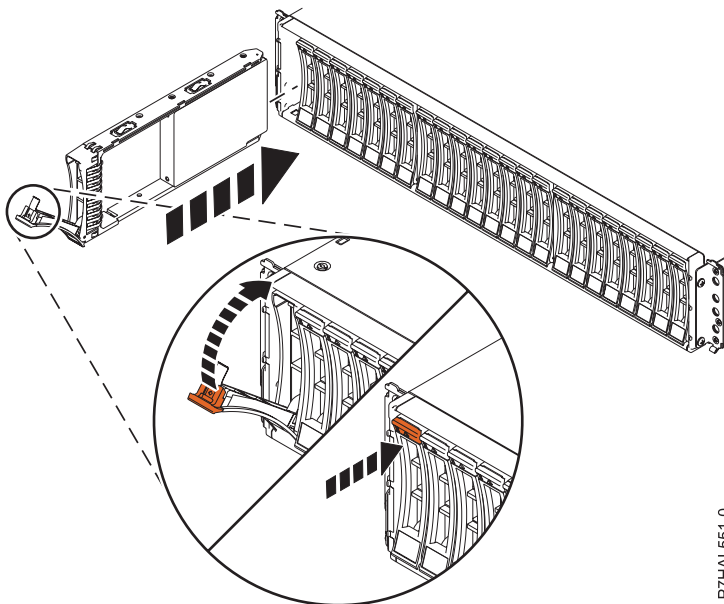

Figure 7. Installation de l'unité de disque dans le 58/87
1. Avec la poignée en position déverrouillée (voir figure 7) maintenez l'unité par le dessous pour l'aligner avec les rails de guidage dans l'unité d'extension.